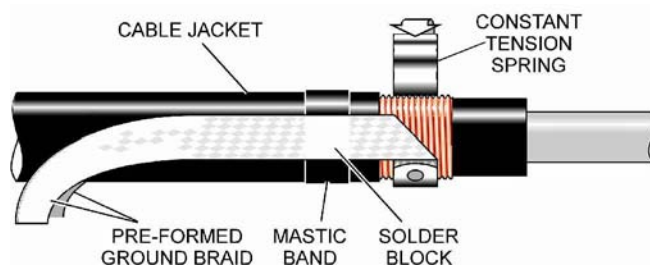

FIGURE 2
STEP 12: SECURE THE GROUND BRAID TO THE CABLE BY WRAPPING A CONSTANT TENSION SPRING AROUND THE PORTION OF THE BRAID THAT IS POSITIONED OVER THE LC SHIELD AS SHOWN IN FIGURE 2. BE SURE TO PULL THE LAST WRAP OF THE SPRING TO INSURE THAT IT IS TIGHT. TIGHTLY WRAP TWO HALF-LAPPED LAYERS OF 3/4" VINYL TAPE, SEE TABLE 4, AROUND THE CONSTANT TENSION SPRING IN ORDER TO KEEP IT TIGHT.
STEP 13: POSITION THE TAILS OF THE PRE-FORMED GROUND BRAID ALONG THE CABLE. SELECT ONE OF THE MASTIC STRIPS (BLACK WITH WHITE RELEASE LINERS) FROM THE KIT. REMOVE THE LINER AND WRAP THE MASTIC WITH LIGHT TENSION AROUND THE CABLE DIRECTLY UNDER THE SOLDER BLOCK ON THE BRAIDS. SEE FIGURE 2. INSTALL ONLY ONE (1) LAYER OF THIS MASTIC. DISCARD ANY ACCESS.